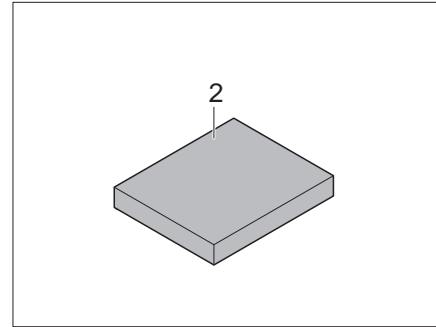

Bild 146 Zusatzpolster
- Zusatzpolster (Bild 146,2) in die Mitte auf den Tisch legen.